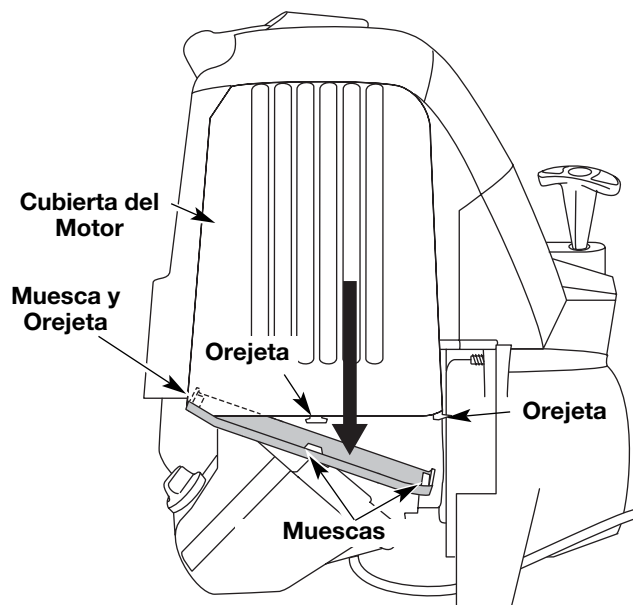

Fig. 34
1. Retire la cubierta del silenciador presionando la esquina con un destornillador de vástago plano (Fig. 34). Deslice las muescas a los lados de la cubierta del silenciador sobre las orejetas de la cubierta del motor y retire.
13. Vuelva a colocar la cubierta del silenciador. Deslice las muescas a los lados de la cubierta del silenciador sobre las orejetas de la cubierta del motor y enganche en su lugar (Fig. 34).